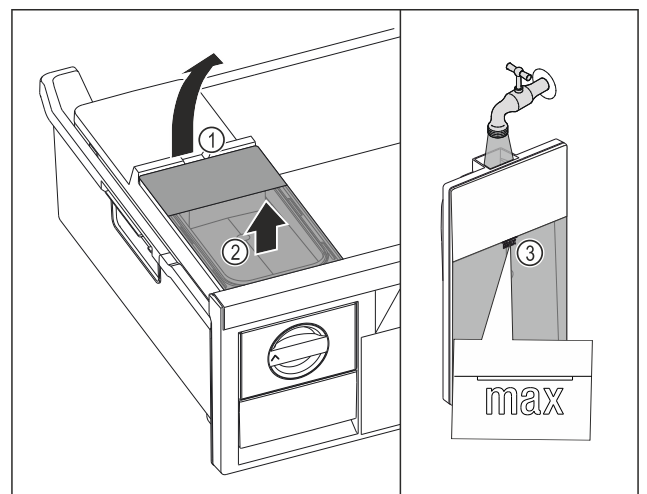

Fig. 126
- Soulever le réservoir d'eau par l'encoche Fig. 126 (1).
- Retirer le réservoir d'eau par le haut. Fig. 126 (2)
- Remplir le réservoir d'eau potable jusqu'au repère Fig. 126 (3).